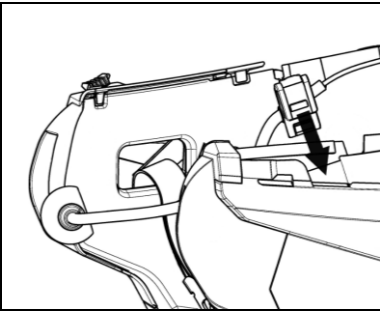

Abb. 8
- Bringen Sie das Kabel im Innern des Helmes an und lassen Sie den rechten Halterungsbügel in den eigens dafür ausgesparten Bereich einschnappen (Abb. 8).